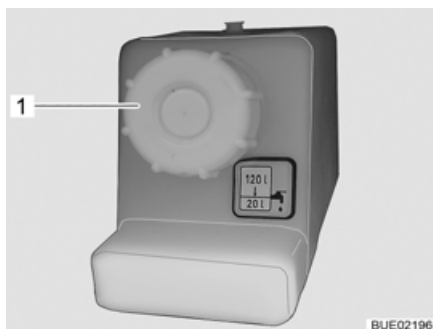

Bild 189 Lock för påfyllningsöppningen för dricksvatten
- Vrid locket (Bild 189,1) moturs och tag bort det.